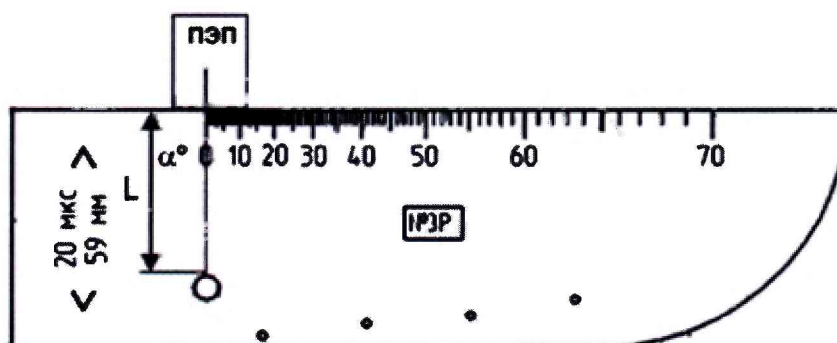

Рисунок 1 – Измерения на мере №3Р
8.4.21. Получить наибольшую амплитуду эхо-сигнала от дефекта (отверстие диаметром 6 мм на глубине 44 мм), составляющую не менее 80 % экрана (при необходимости изменить параметр «Gain» (усиление) на панели «UT Setup» (п. 8.4.6)), перемещая преобразователь вдоль поверхности меры №3Р (рисунок 1).